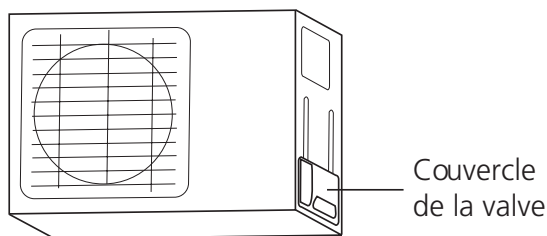

Fig. 5.9
1. Dévissez le couvercle de la valve à presse-étoupe qui se trouve sur le côté de l'unité extérieure. (Voir **Fig. 5.9**).